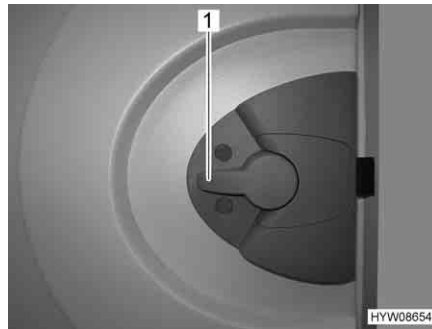

Fig. 24 Serratura della porta (porta di ingresso, lato interno)
- Apertura:** ■ Premere la maniglia della porta (Fig. 24,1) verso il basso.
- Bloccaggio:** ■ Ruotare la maniglia della porta (Fig. 24,1) per circa 45° verso l'alto e lasciarla in questa posizione.